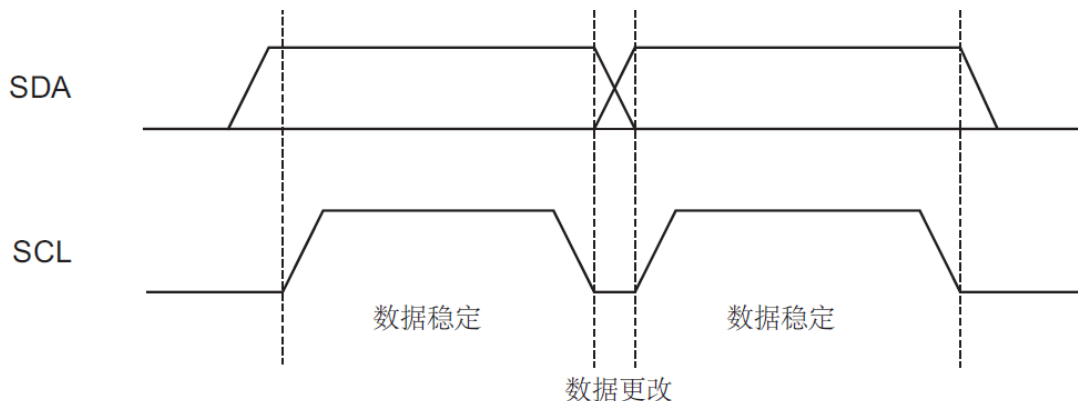

图5 数据有效性
**时钟和数据发送：**SDA 引脚通常使用外部设备拉高。SDA 引脚上的数据只能在 SCL 为低电平时进行更改，SCL 为高电平时数据更改将指示开始或停止条件。如图 5 所示。